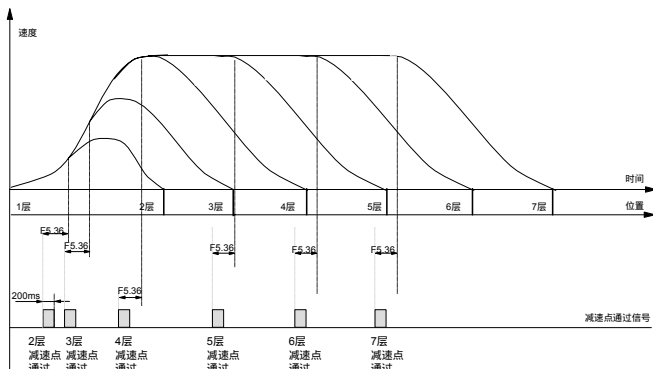

图6-28 减速点通过信号时序图
减速点通过信号的时序图如图6-28所示。
4. 当曲线运行速度小于额定速度时，减速点是加速上升段的第二拐点。如图6-28中的运行到2层与3层的曲线。